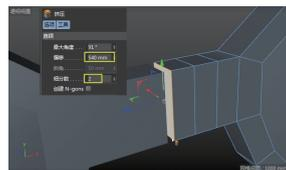

图 5-68
**03** 切换到多边形模式。选取镜框对象上的一个多边形进行挤压变形（单击“挤压”按钮），由于是对称造型，因此，另一个对称对象也会跟随挤压变形，如图 5-68 所示。